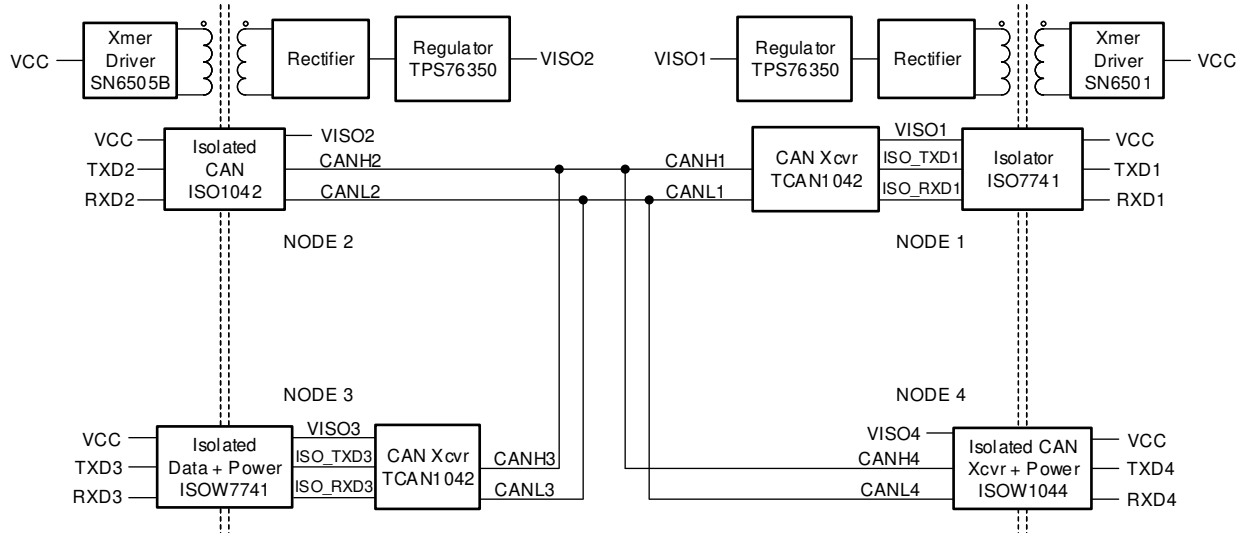
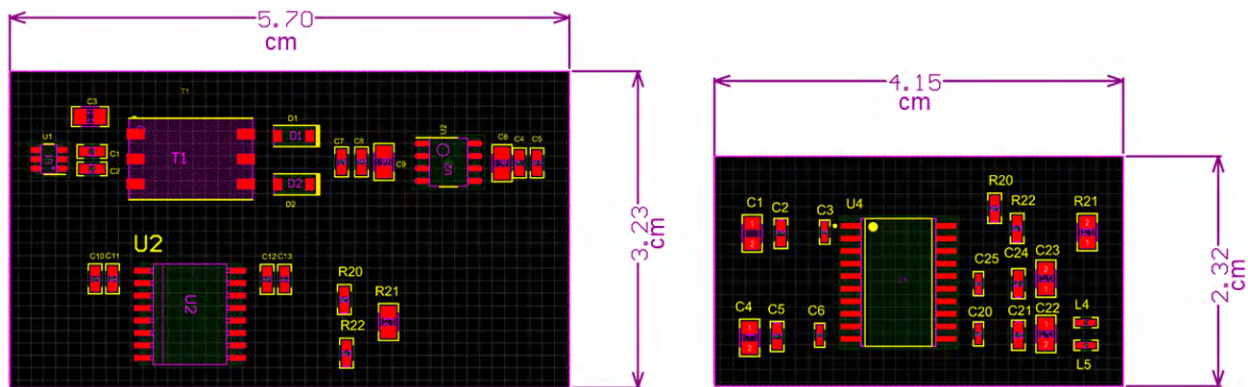

図 1. 異なる信号および電源絶縁構成を持つ相互接続された CAN ノード
図 2. ディスクリート・ソリューションと統合ソリューションの基板面積の比較
このアプリケーション・ブリーフでは、絶縁型 CAN システムの信号と電源を絶縁するためのさまざまなオプションについて説明します。図 1 に、4 つの異なる絶縁型 CAN ノードを示します。ノード 1 からノード 4 までを見ると、各ソリューションの統合レベルは異なります。ノード 1 は完全なディスクリート・ソリューションで、CAN トランシーバとディスクリート・アイソレータを直列に接続し、トランス・ドライバが外付けトランスを励起し、絶縁型電源 (VISO1) を供給します。ノード 2 は類似の絶縁型電源を使用しますが、基板面積を削減する統合絶縁型 CAN デバイスを使用しています。
- コンパクトな設計と低コスト:** 絶縁型電源に使用するトランスやモジュールは通常、X と Y の寸法だけでなく、高さでも基板上のスペースを占有します。複数の基板が積層されているアプリケーションでは、このトランスの高さで基板の間隔が決まります。ISOW1044 は、標準 SOIC パッケージ内で平面トランスを使用することにより、図 1 のノード 1 や 2 のようなディスクリート・ソリューションと比較して基板面積を約 48% 削減します。図 2 に、ノード 2 の構成とノード 4 の構成のボード面積を比較します。